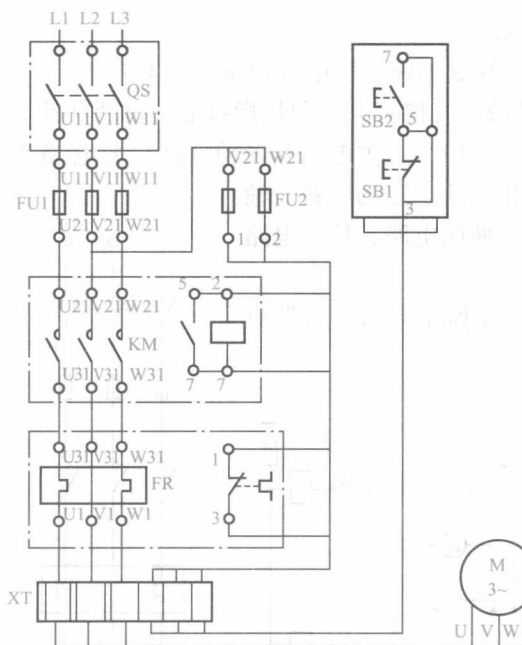

图 1-5 接触器直接起动线路的接线
(1) 要点。接线图是与电气原理图配套使用的图样,用来表示设备元件外部接线及设备元件之间的接线。通过接线图可以知道系统控制的接线及控制电缆、控制线的走向与布置等。
(2) 图例。如图 1-5 所示, 为接触器直接起动线路的接线图。
按图 1-5 制作的单元接线表,见表 1-1。